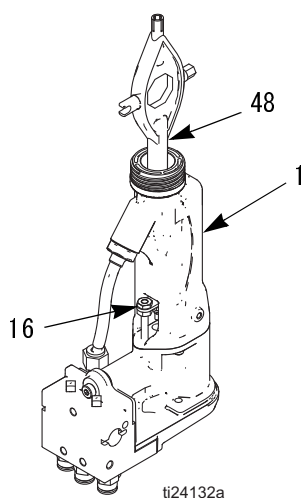

図 22. 液体パッキンロッドの取り外し
4. 液体ノズル (4) と電極 (3) を取り外します。
5. マルチツール (48) を使用し、パッキンロッド (2) を取り外します。図 22 を参照してください。